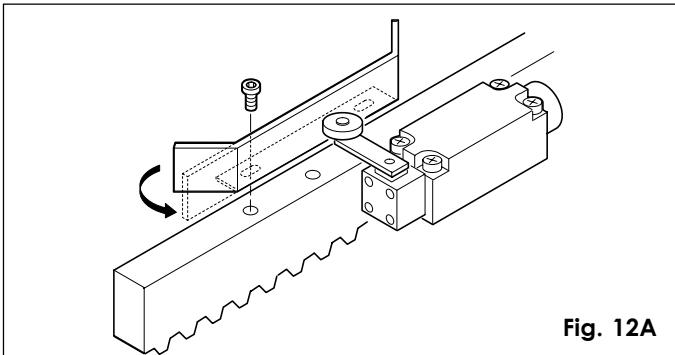

Fig. 12A
L'opérateur est équipé d'un fin de course mécanique à levier avec galet qui, après l'actionnement du levier par la plaquette métallique, commande l'arrêt du mouvement du portail (fig.12A). Pour positionner correctement les deux plaquettes métalliques de fin de course fournies, procéder comme suit:
**N.B.:** Les plaquettes métalliques sont prévues pour une fixation éventuelle au moyen de vis (fig.12A).
- a) La plaquette doit activer le fin de course sur la partie profilée comme indiqué fig.12A.
- b) Pour éviter que la plaquette puisse dépasser le fin de course (freinage long), il est recommandé de redresser la partie d'extrémité profilée comme indiqué fig.12A.